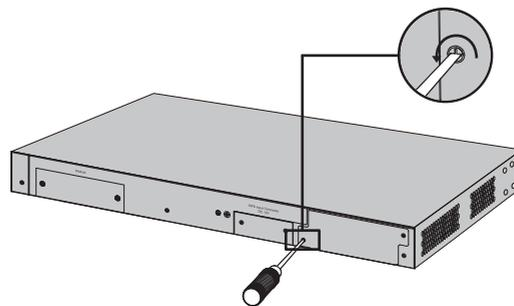

Figura 3-4 Remoção da tampa de proteção
2. Utilize uma chave Phillips para soltar os parafusos de fixação da tampa de proteção no slot da placa de interface do switch e retire a tampa de proteção, conforme o procedimento mostrado na Figura 3-4.